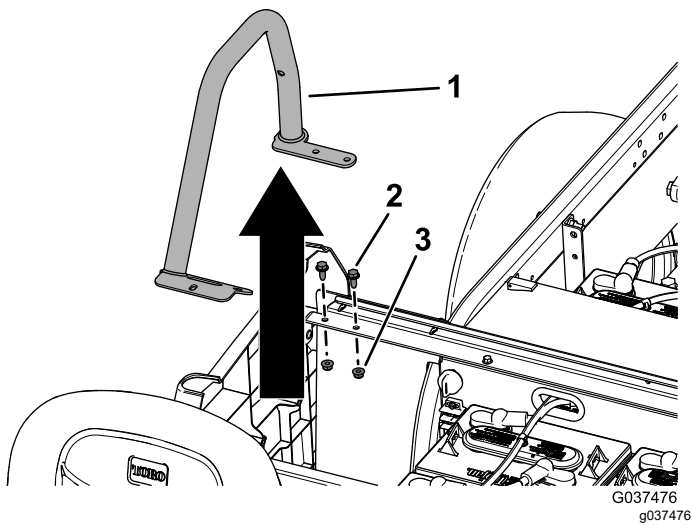

Figure 6
2. Retirez les 2 vis (5/16" x 3/4") et les 2 écrous à embase (5/16") sur chaque accoudoir, et déposez les accoudoirs arrière (Figure 6).